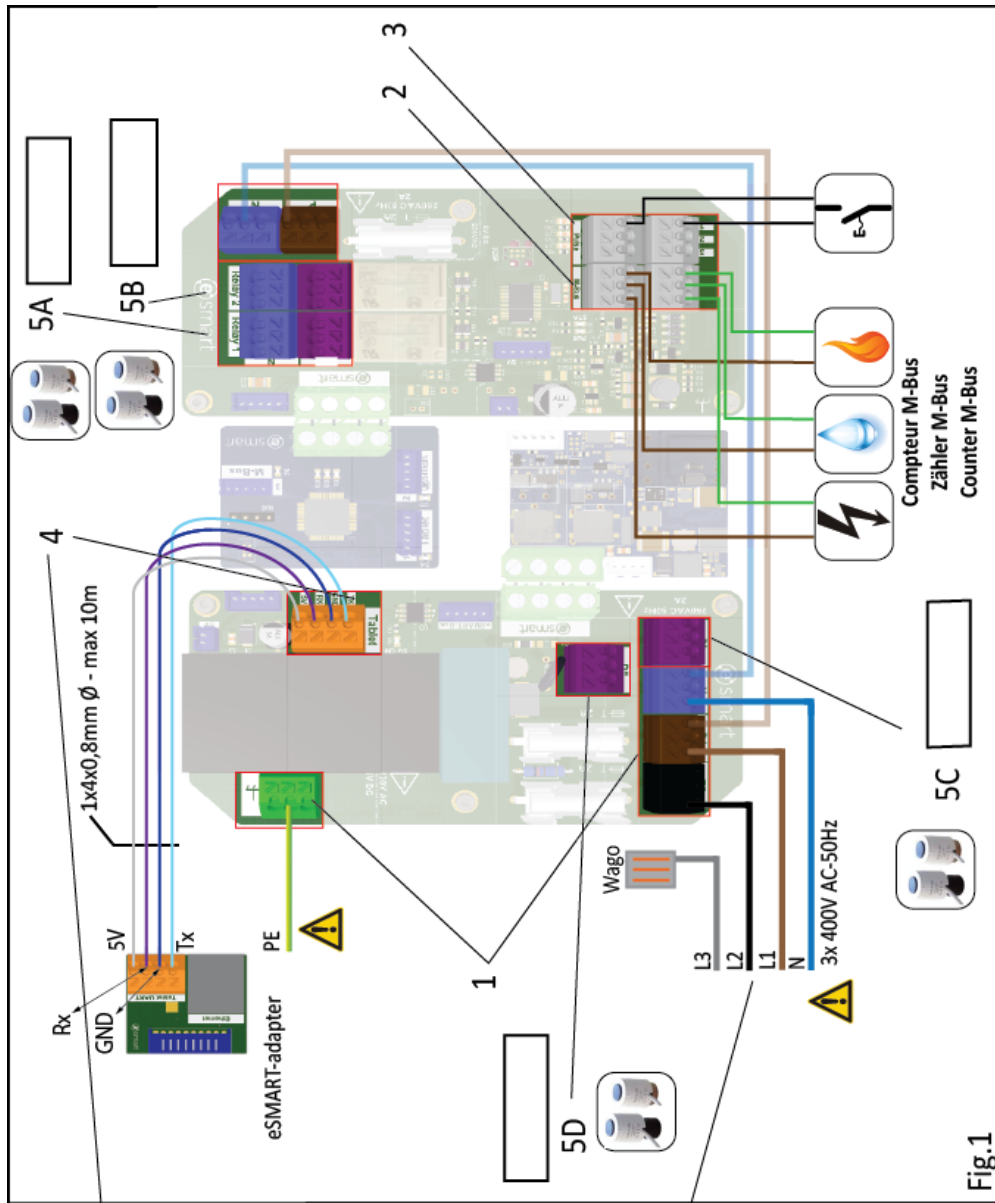

Fig.1
L'eSMART-box est composé de 4 borniers à ressorts pour l'alimentation électrique (1, Fig.1), 2 borniers à ressorts pour les entrées M-Bus (2, Fig.1), 2 borniers à ressorts pour les entrées Pulse (3, Fig.1), 1 bornier à ressorts pour la liaison eSMART-adapter (4, Fig.1). L'eSMART-box se raccorde
- Raccordez l'alimentation 400 V AC (1, Fig.1) sur les bornes PE, N, P1 et P2. Respectivement, la terre sur la borne PE, le neutre sur la borne N, la phase L1 sur la borne P1 et la phase L2 sur la borne P2 comme indiqué sur le schéma. La phase L3 doit être isolée, comme indiqué sur le schéma
- Raccordez les compteurs M-Bus sur les borniers à ressort M-Bus (2, Fig.1) comme indiqué sur le schéma.
- Raccordez le contact sonnette sur les borniers à ressort Pulse 1 (3, Fig.1) comme indiqué sur le schéma.
- Raccordez le eSMART-adapter sur le bornier à ressort Tablet (4, Fig.1) avec un câble comme indiqué sur le schéma.
- Raccordez les vannes de chauffages comme indiqué sur le schéma (5A-5B-5C-5D, Fig.1).
Die eSMART-box hat 4 Federkraftklemmen für die Stromversorgung (1, Fig.1), 2 Federkraftklemmen für den M-Bus Eingang (2, Fig.1), 2 Federkraftklemmen für den Schalteingang (3, Fig.1) und eine Federkraftklemme für die Verbindung mit dem eSMART-adapter (4, Fig.1).
- Schliessen sie die 400 V AC Stromversorgung (1, Fig.1) an den Klemmen PE, N, P1 und P2 an. Der Schutzleiter an der Klemme PE, den Neutralleiter an der Klemme N, die Phase L1 and der Klemme P1 und die Phase L2 and der Klemme P2 wie auf dem Schema gezeigt. Die Phase L3 muss wie auf dem Schema isoliert werden.
- Verbinden Sie die M-Bus Zähler mit den M-Bus Klemmen (2, Fig.1) wie auf dem Schema ersichtlich.
- Verbinden Sie den Klingelkontakt mit den Schalteingangsklemmen (3, Fig.1) wie auf dem Schema.
- Schliessen Sie den eSMART-adapter mit Hilfe eines Kabels an die Tablet Klemme (4, Fig.1) an. Siehe Schema.
- Schliessen Sie den Ventile wie auf dem Schema (5A-5B-5C-5D, Fig.1).
The eSMART-box contains 4 spring loaded terminal blocks for electrical connexion (1, Fig.1), 2 terminal blocks for the M-Bus inputs (2, Fig.1), 1 terminal block for the impulse inputs (3, Fig.1), and 1 terminal block to connect to the eSMART-adapter (4, Fig.1). The eSMART-box connects to 3-phase, 400V AC / 50Hz mains.
- Connect the 400V AC power (1, Fig.1) to the PE, N, P1 and P2 terminal blocks. Resp. Earth to PE, Neutral to N, phase L1 to P1 and phase L2 to P2, as indicated on the schematic. Phase L3 is not connected and must be electrically isolated, as indicated on the schematic.
- Connect the M-Bus meters to the M-Bus terminal blocks (2, Fig.1) as indicated on the schematic.
- Connect the doorbell contacts to the Pulse terminal blocks (3, Fig.1) as indicated on the schematic.
- Connect the eSMART-adapter to the Tablet terminal blocks (4, Fig.1)
- Connect the valves as indicated on the schmematic (5A-5B-5C-5D, Fig.1).